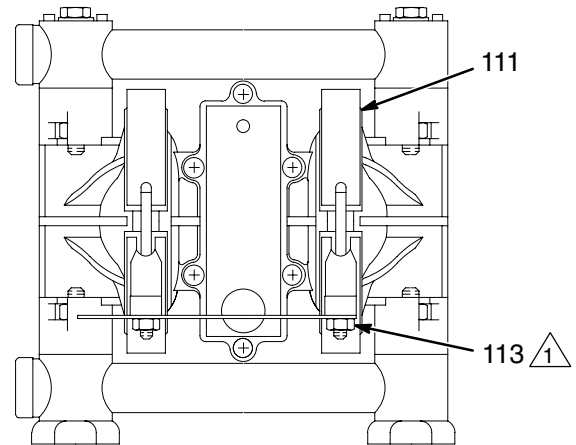

Abb. 7
Beim Festdrehen der Klemmen (111) ein Gewindeschmiermittel auf die Schrauben auftragen und **sicherstellen**, dass die Muttern (113) mit einem Drehmoment von 5,6–6,8 N•m angezogen werden. Siehe Abb. 7. Siehe **Anzugsreihenfolge**, Seite 25.